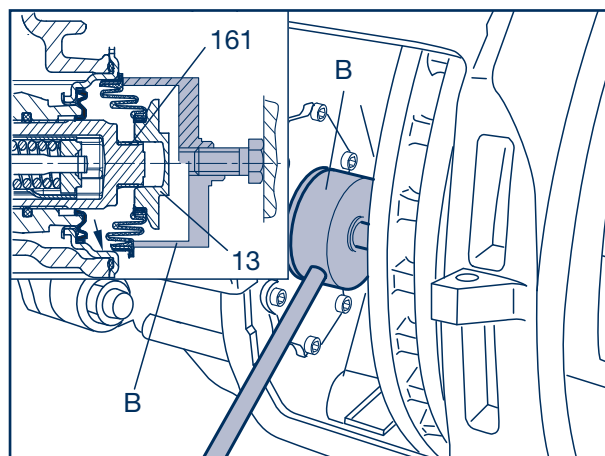

Fig. 8
**Der Dichtsitz für den Faltenbalg im Bremssattel (Fig. 8/Pfeil) muss sauber und fettfrei sein.**
**The seal seat for the bellow in the brake caliper (Fig. 8/arrow) must be clean and free from grease.**
**Le plan de joint du soufflet à l'intérieur de l'étrier de frein doit être propre et parfaitement exempt de graisse (Fig. 8/flèche).**